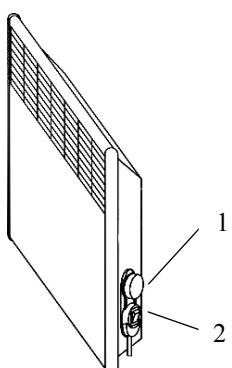
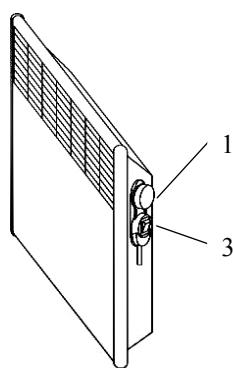

Рис. 5 Розміщення органів керування конвекторів IP20
Рис. 6 Розміщення органів керування конвекторів IP24
4.8 Переведіть клавішу вимикача (клавіші ступінчастого регулятора потужності) у відключене положення «0», ручку терmostата встановіть в положення «*» (сполучіть знак «*» на ручці з міткою на корпусі конвектора або блоку керування). Конвектор готовий до роботи (розташування органів керування конвектором наведене на рис. 5, 6).
Включати і експлуатувати конвектор дозволяється тільки в положенні, вказаному на рис.5, рис.6 (повітрязабірною решіткою вниз). При першому включені конвектора можливий запах від випаровування консерваційних матеріалів. Рекомендується провітрити приміщення.